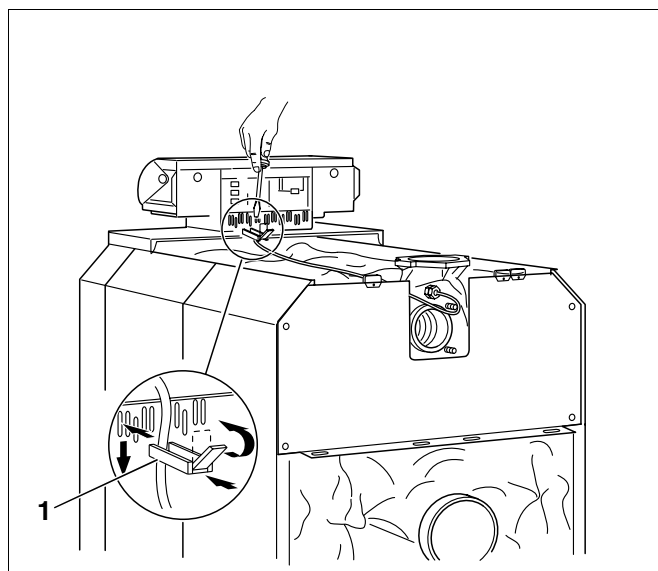

Рис. 64 Крепление электрической проводки
- Вставить кабельные хомуты вместе с уложенными в них проводами в гнездо рамки и загнуть клапан, зафиксировать их (рис. 64, **поз. 1**).